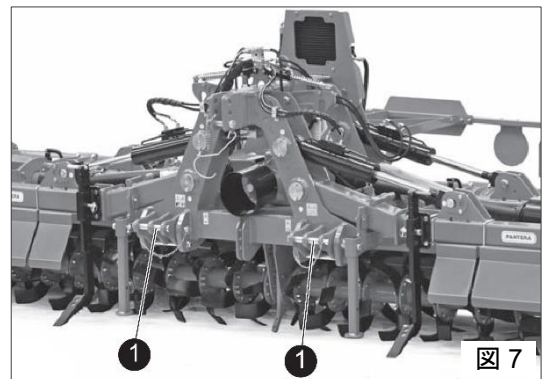

図 7
- 1) ロアリンクのピン(図 7 の①、図 8)に引っ掛けてください。シャフトロックピンで動かないようにしてください。チェーンを持ち上げバーに引っ掛けてください。